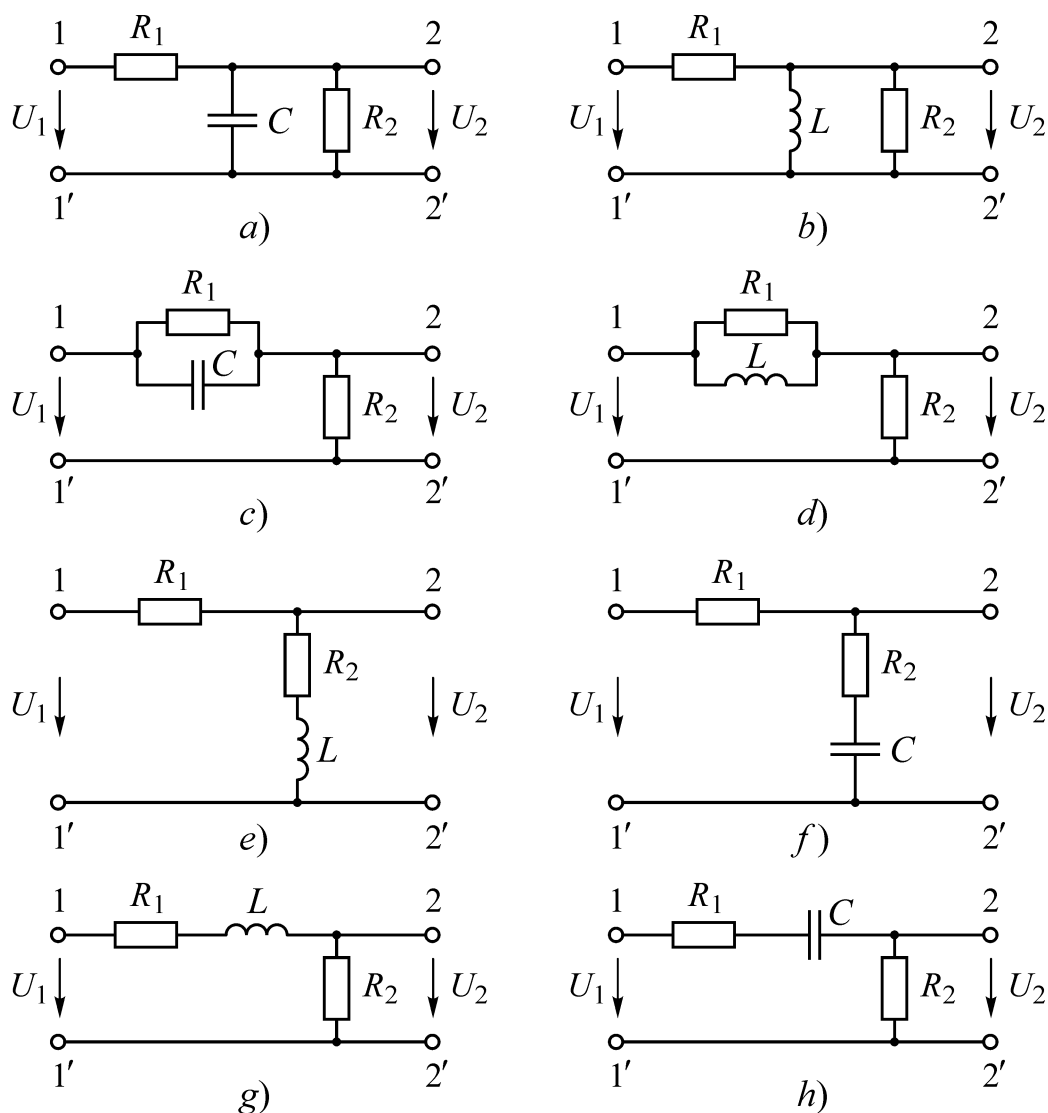
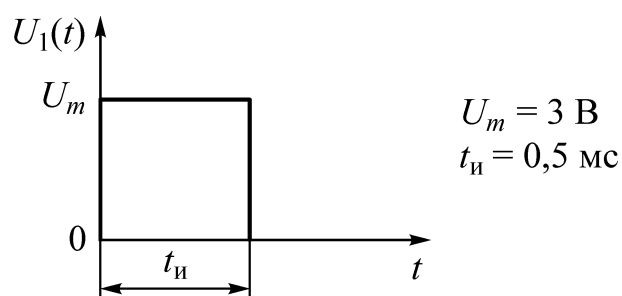

Рис. 13
Рис. 14
2.1. Данные элементов схемы (рис. 13, *a–h*) приведены в табл. 13. Входной сигнал изображен на рис. 14.
2.2. Для заданной цепи (рис. 13) и входного сигнала (рис. 14), в соответствии с данными своего варианта (таблица 13) определить:
3.1. Собрать заданную схему (рис. 13) и установить значения элементов схемы согласно своего варианта.
2.2. Для заданной цепи (рис. 13), в соответствии с данными своего варианта (таблица 13) выполнить: